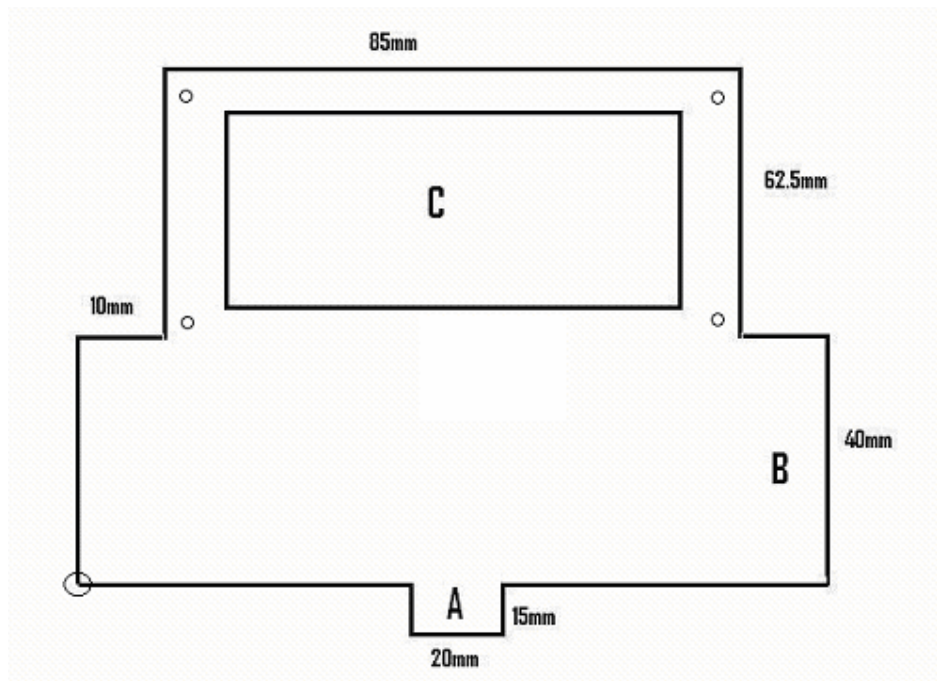

Figura 11. Placa principala
a) Placa de circuit imprimat a modului de comandă va avea forma și dimensiunile prezentate în **figura 11**.